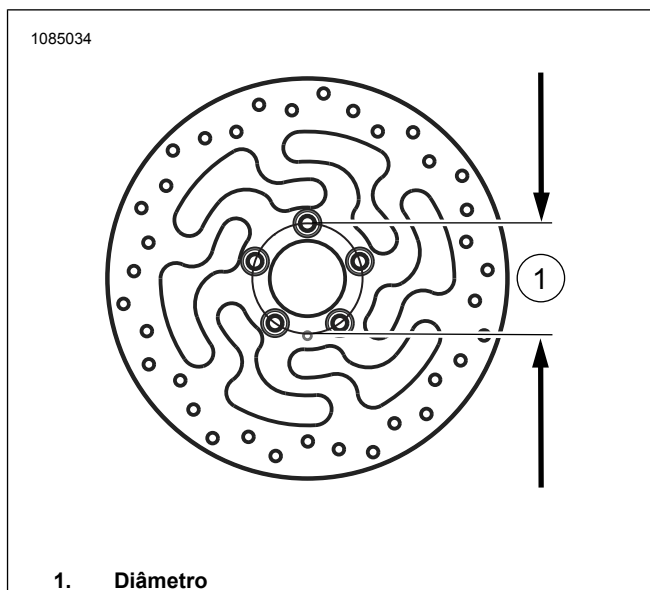

Figura 1. Diâmetro do furo de montagem do disco
1. Veja a figura 1. Remova e desmonte o conjunto da roda dianteira existente. Se o diâmetro do disco de freio dianteiro não medir 8,26 cm (3,25 pol.), descarte os discos. Guarde o eixo, a porca do eixo e os espaçadores da roda para a instalação do kit. Veja o Manual de serviço.